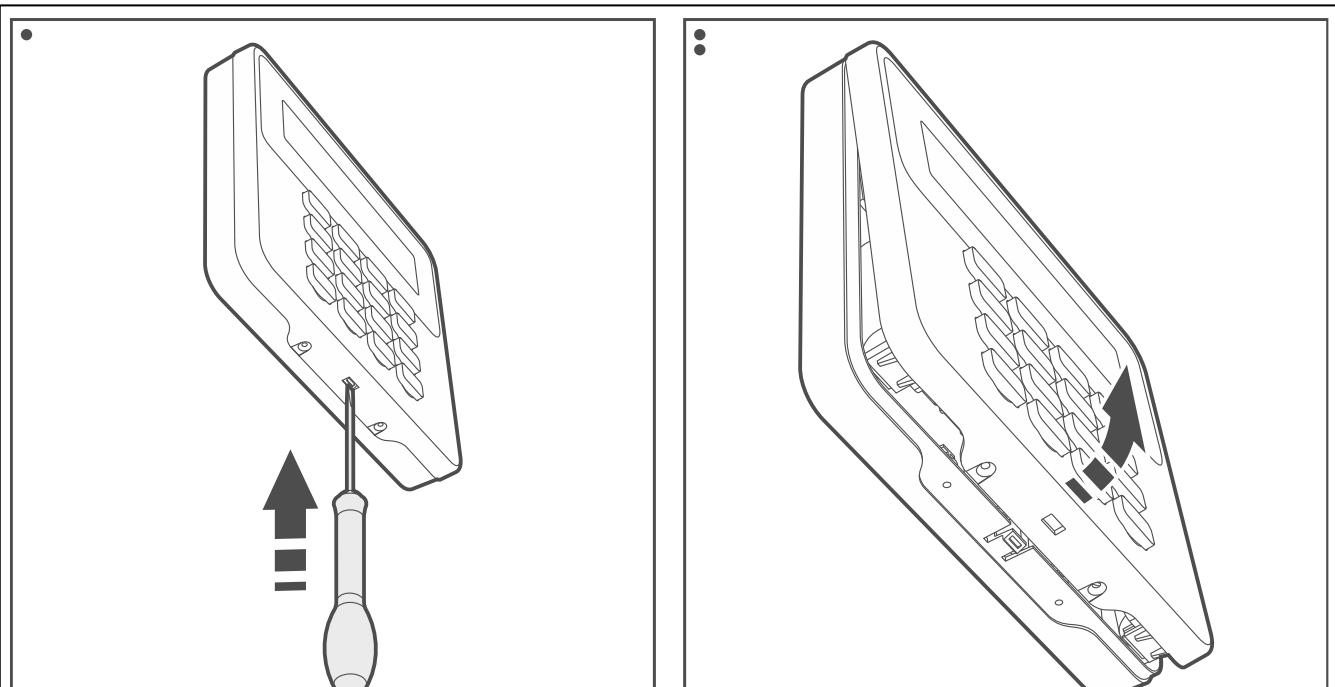

Fig. 4. Ouverture du boîtier du clavier.
1. Ouvrez le boîtier du clavier (fig. 4).